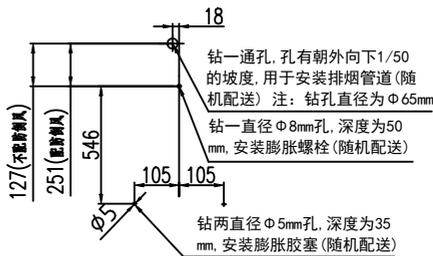

图4.3
- (1) 按图4.3的尺寸在墙上打孔，并在上部固定M6膨胀螺钉。
- (2) 挂上热水器本体（不得倾斜），在膨胀螺栓上旋上螺母，固定好热水器，再在下固定板的小孔处用两塑料膨胀螺钉固定好。